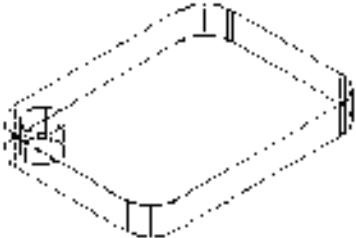

图 11-102 创建圆柱体
6) 单击“建模”工具栏中的“圆柱体”按钮 $\square$ ，绘制底面中心点为(10,10,0)半径为“6”，高度为“10”的圆柱体。结果如图11-102所示。